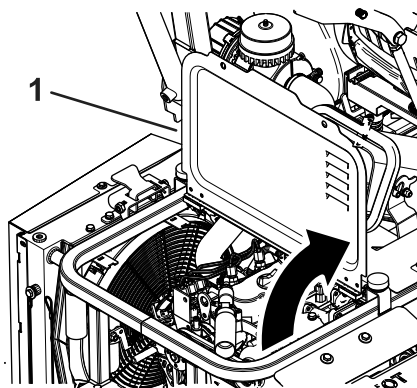

Figura 51
2. Retire las fijaciones y eleve la cubierta para acceder al motor (Figura 51).